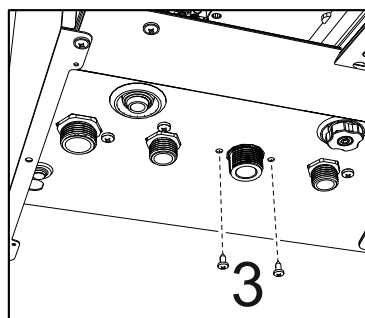

fig. 54 -
- Desenroscar los tornillos "3" ("fig. 54 -")